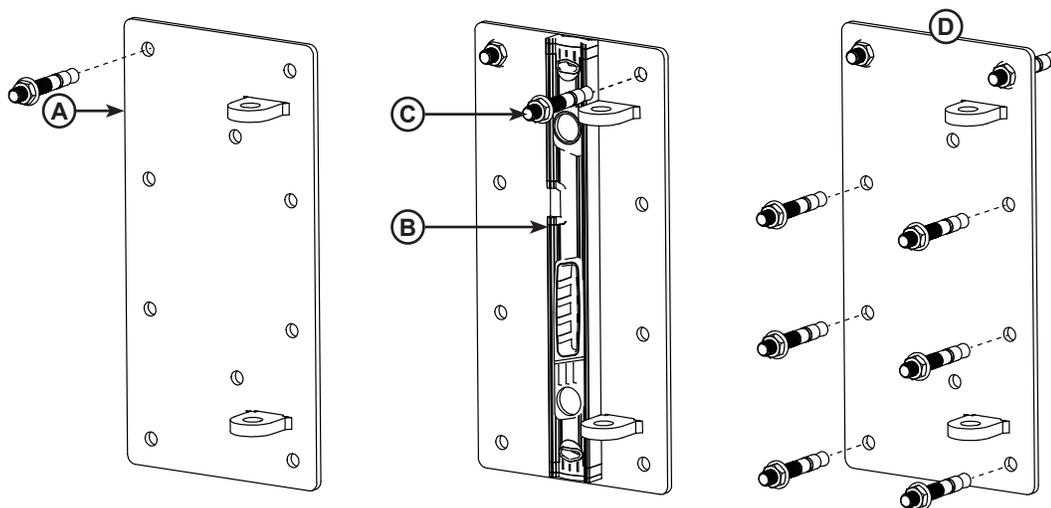

Figure 7
1. En commençant par un trou de fixation supérieur, percer le premier trou d'ancrage à l'aide d'un perforateur muni d'une mèche à béton de 5/8 po. Poser un boulon d'ancrage dans le premier trou **(A)** sans trop serrer. Voir **figure 7**.